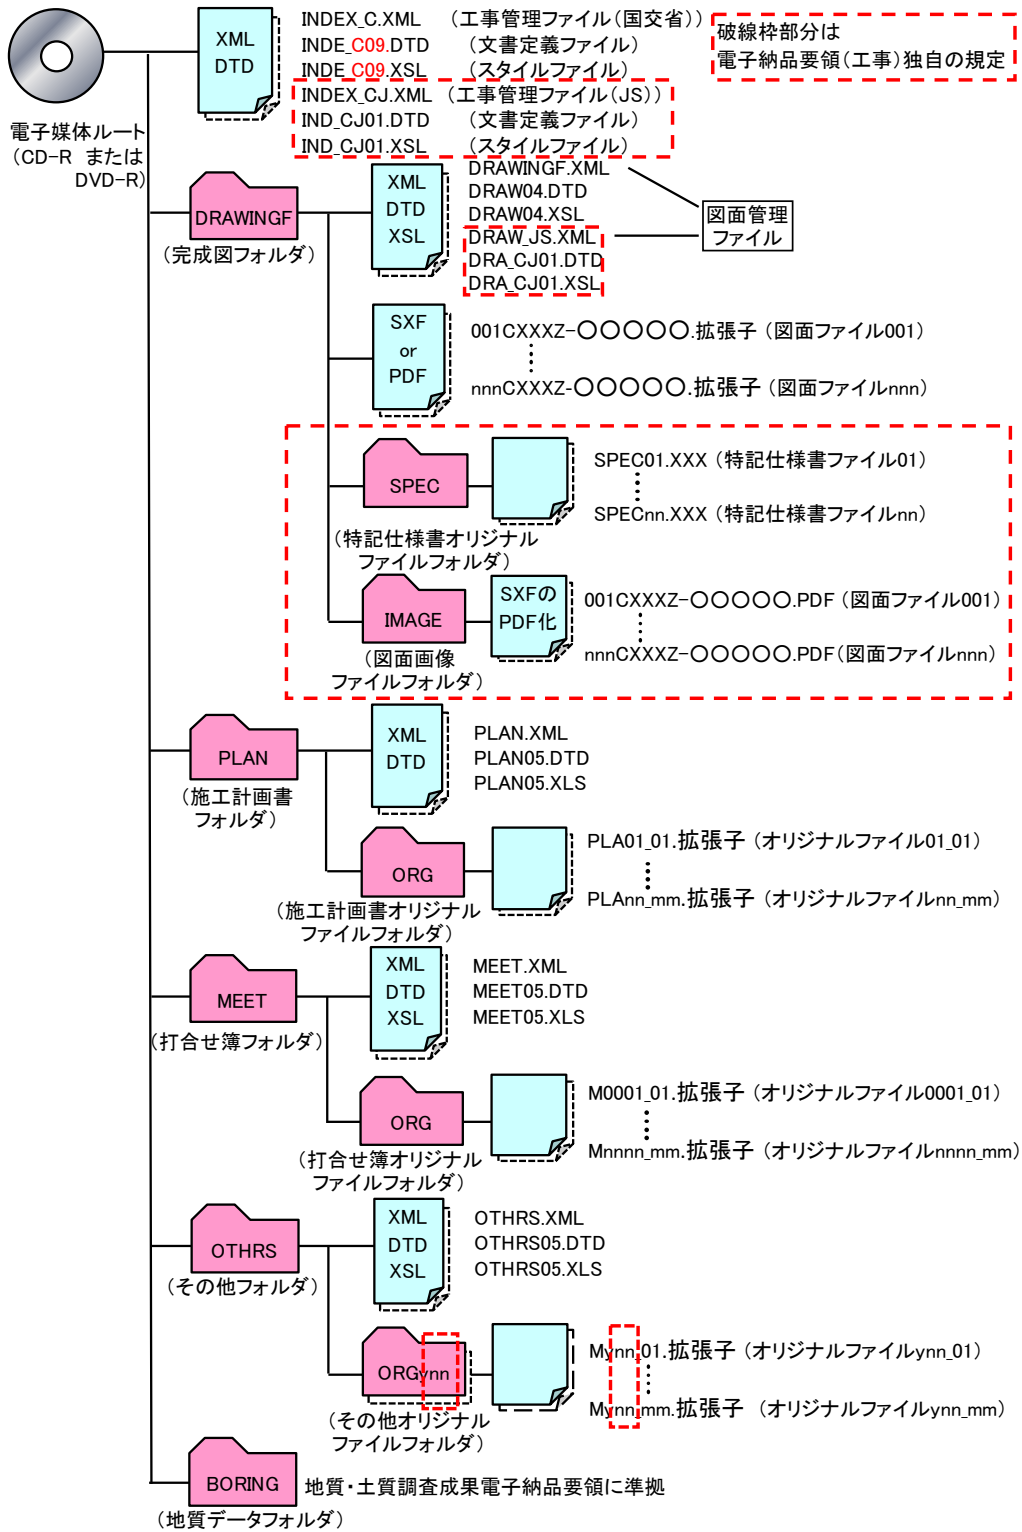

図 3-1 フォルダ構成
◆ 電子成果品は、図 3-1 に示すフォルダ構成を基本とする。
- XML ファイルの要素・属性、構造（見出し、段落など）を定義する DTD ファイルは、外部ファイルの参照方式とし、対応する管理ファイルと同じ階層（図 3-1 参照）に格納する。
- XML ファイルの表示形式（スタイル）を定義する XSL ファイルは、外部ファイルの参照方式とし、対応する管理ファイルと同じ階層（図 3-1 参照）に**必ず**格納する。